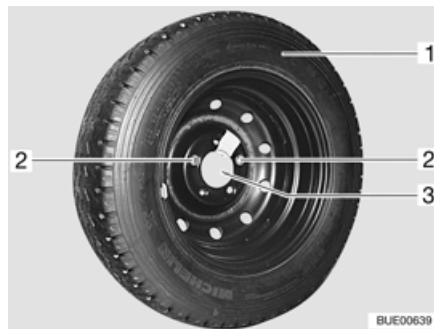

Bild 229 Reservhjulshållare i det bakre lastutrymmet
- Skruva ut och ta bort de båda fästskruvarna (Bild 229,2) med fordonsverktyget.
- Ta av reservhjulet (Bild 229,1) från hållaren (Bild 229,3).